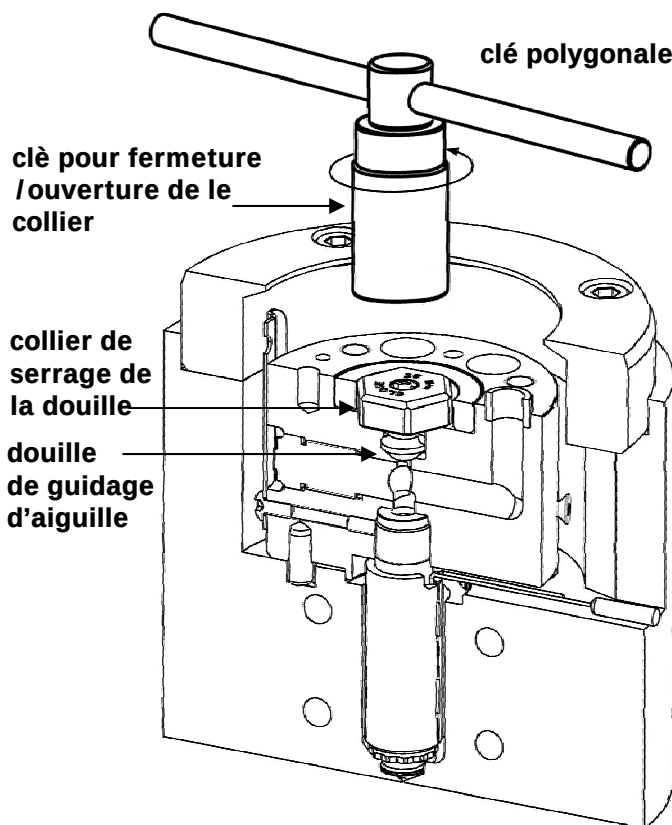

Fig. 79 – Extraction de l'aiguille et du collier
10. A l'aide de la clé prévue à cet effet (livrable par Thermoplay), relâcher et dévisser le collier de serrage de la douille de guidage d'aiguille (Fig. 79). Ne pas oublier que au moment du remontage de toute la busette, ce collier devra être serré à un couple maximum correspondant à la valeur indiquée sur sa surface supérieure.